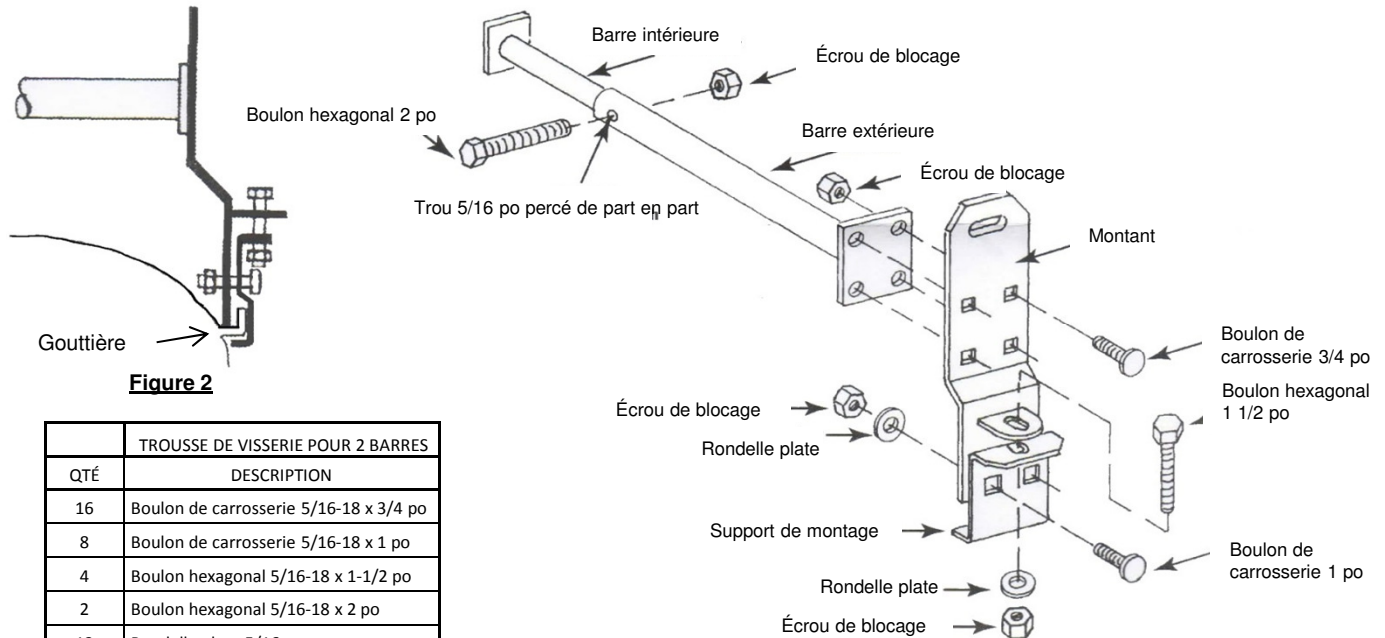

Figure 2
- Insert the INNER BAR ASSEMBLY into the OUTER BAR ASSEMBLY and carefully place the bar assembly onto the vehicle roof. Place the bottom edge of each STANCHION into vehicle's rain gutter, figure 2. Slide the MOUNTING BRACKET against the underside of rain gutter.
3. Insérer la BARRE INTÉRIEURE dans la BARRE EXTÉRIEURE et placer délicatement l'ensemble sur le toit du véhicule. Placer le bord inférieur de chaque MONTANT dans la gouttière du véhicule, figure 2. Glisser le SUPPORT DE MONTAGE contre le dessous de la gouttière. Serrer les boulons hexagonaux 1 1/2 po, en déplaçant l'extrémité inférieure des SUPPORTS DE MONTAGE vers le haut contre le dessous de la gouttière. Fixer le SUPPORT DE MONTAGE sur le MONTANT en serrant les deux boulons de carrosserie 1 po de façon à prendre la gouttière en étau.